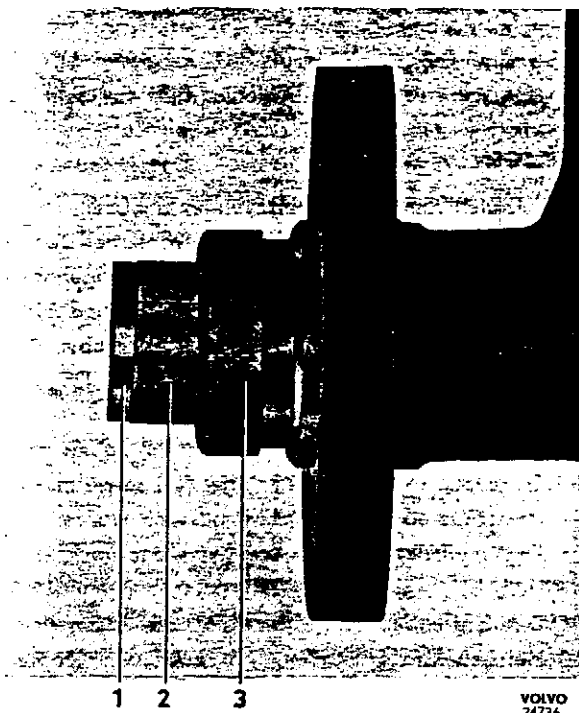

Abb. 28 Einbau des Kolbens
2. Dichtung (12) an der Federführung anbringen. Die Dichtung in Bremsflüssigkeit tauchen und zusammen mit der Feder und dem Ventil einbauen. Die Scheibe (11) in dem Zylinder anbringen.
3. Die Dichtung (9) auf dem Kolben anbringen und lt. Abb. drehen. Den Kolben in Bremsflüssigkeit tauchen und anbringen. Vorsicht, damit die Dichtung (9) nicht beschädigt wird oder sich faltet. Wir empfehlen, ein Blattmessing, das wie ein Rohr geformt ist, als Führung für die Dichtung zu verwenden, siehe Abb. 28. Feder zusammendrücken und Druckstange (5), Scheibe (8) und Sicherungsring (7) einbauen.
(5), Scheibe (8) und Sicherungsring (7) einbauen.